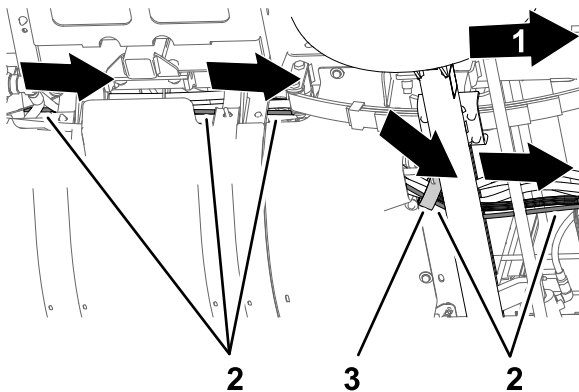

図 7
2. 座席を倒し、車両のワイヤハーネスに沿ってチューブをさらに前方へ進めてサポートクランプに通し、フロアプレートの下へ導く図 7。